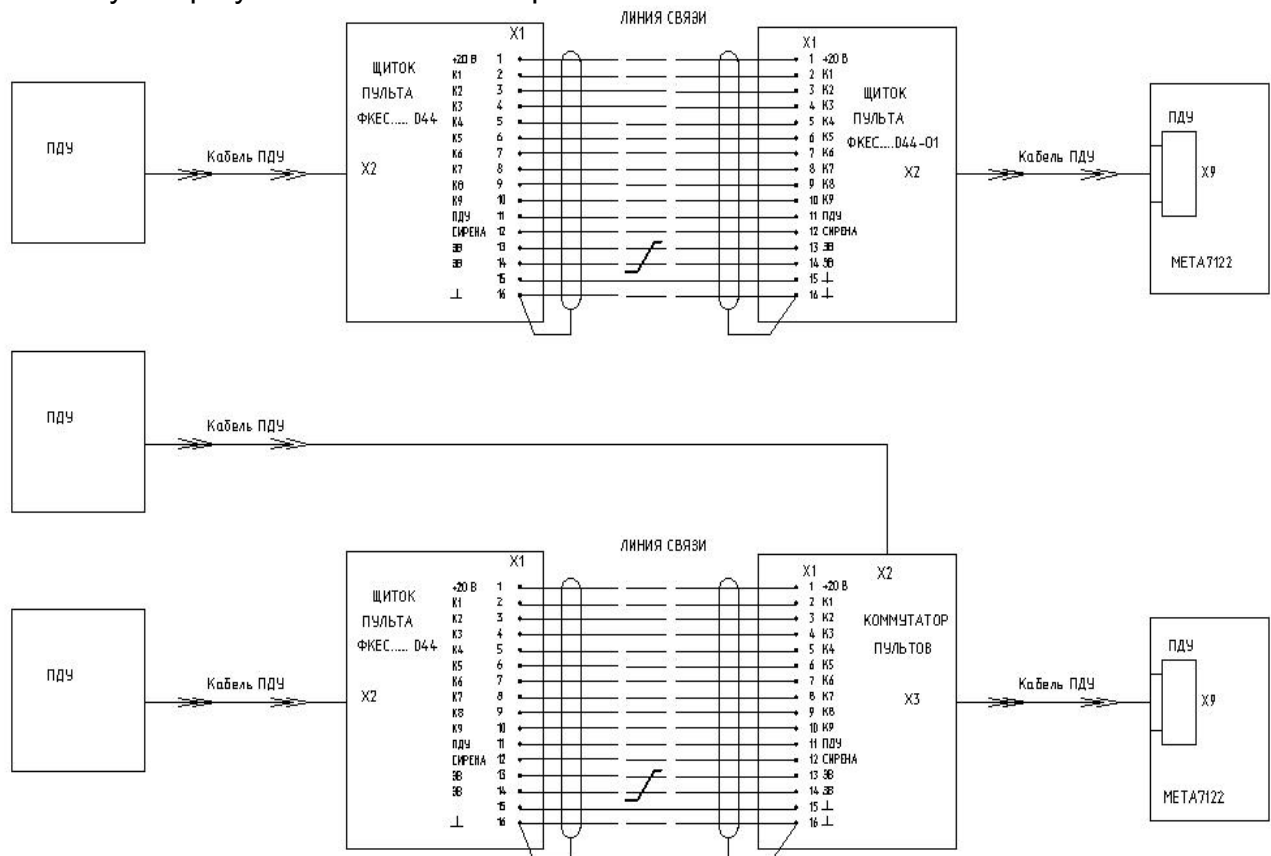

Рис.1 Схема подключения ПДУ
7.4. ПДУ подключается своим кабелем к усилителю, либо через соединительные коробки пульта. Лучше соединять коробки кабелем TASKER C187 8x2 D9, так как при этом длина связи с УМТ может быть значительно большей, чем 100м, однако можно и любым проводом сечением 0,2 и выше, но повода 3В (конт. 13, 14), при длине более 30м, желательно прокладывать экранированным проводом, например КММ2 0,12 мм². При использовании второго пульта применяется коммутатор ПДУ. Установка приоритета между пультами производится джамперами в коммутаторе ПДУ. Установив джамперы на штыри X4, X6, X8, пульту 1 присваивается высший приоритет. Установив джамперы на штыри X5, X7, X9, пульту 2 присваивается высший приоритет. Схема подключения ПДУ через коммутатор пультов показана на рис.1